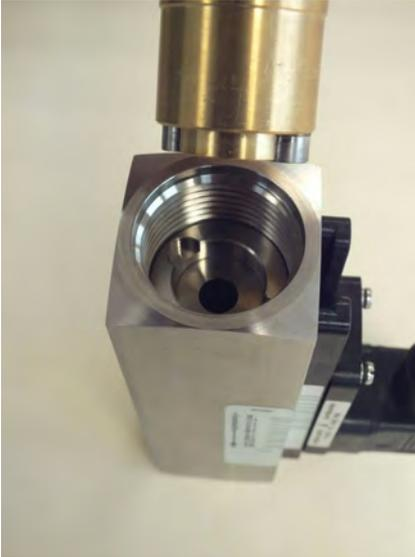

Abb. 45: Eindreherwerkzeug Gewindering (Eingang) einführen
10. Das Eindreherwerkzeug-Gewindering in den Geräteeingang einführen (Abb. 45) und drehen bis es in die Mitnehmer-Nut des Gewinderings einrastet